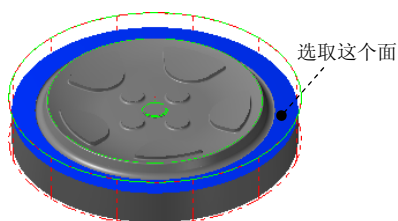

图 15.57 选取加工面
(1) 在图形区中选取图 15.57 所示的面，然后按 Enter 键，系统弹出“刀具路径的曲面选取”对话框。